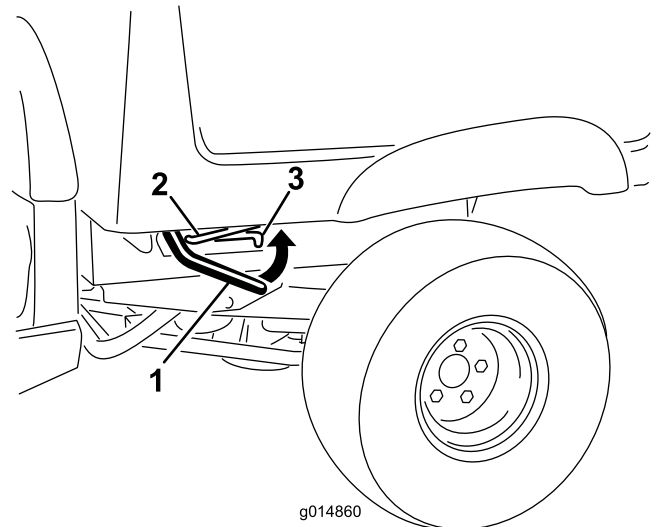

Figura 17
1. Com a alavanca de bloqueio em cada um dos lados, perto do canto dianteiro da caixa de carga, levante a caixa (Figura 17).
2. Fixe a caixa de carga puxando a barra de apoio para o bloqueio traseiro, na extremidade da ranhura que se encontra na estrutura esquerda da máquina (Figura 17).
1. Levante ligeiramente a caixa de carga levantando a alavanca de bloqueio (Figura 17).
2. Retire a barra de apoio da ranhura de bloqueio (Figura 17).
3. Baixe a caixa até prender em segurança (Figura 17).